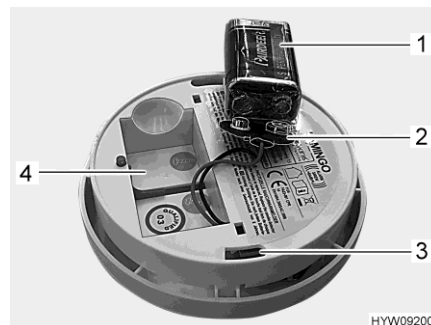

Bild 147 Brandvarnare (baksida)
- Ta ut batteriet och separera från batteriklämman (Bild 147,2).
- Anslut nytt batteri (Bild 147,1) på batteriklämman (Bild 147,2). Se till så att batteripolerna sitter i rätt läge på batteriklämman.
- Stoppa in batteriet i batterifacket (Bild 147,4).
- Sätt fast brandvarnaren (Bild 148,1) i hållaren (Bild 148,3). De kvarhållande kragarna (Bild 148,2) måste gripas in i öppningarna (Bild 147,3) i brandvarnaren.